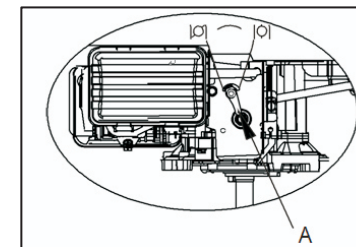

Fig. 2B A. Controlo do acelerador
b) Mova o controlo de aceleração para a posição "choke" . (Fig. 2B)